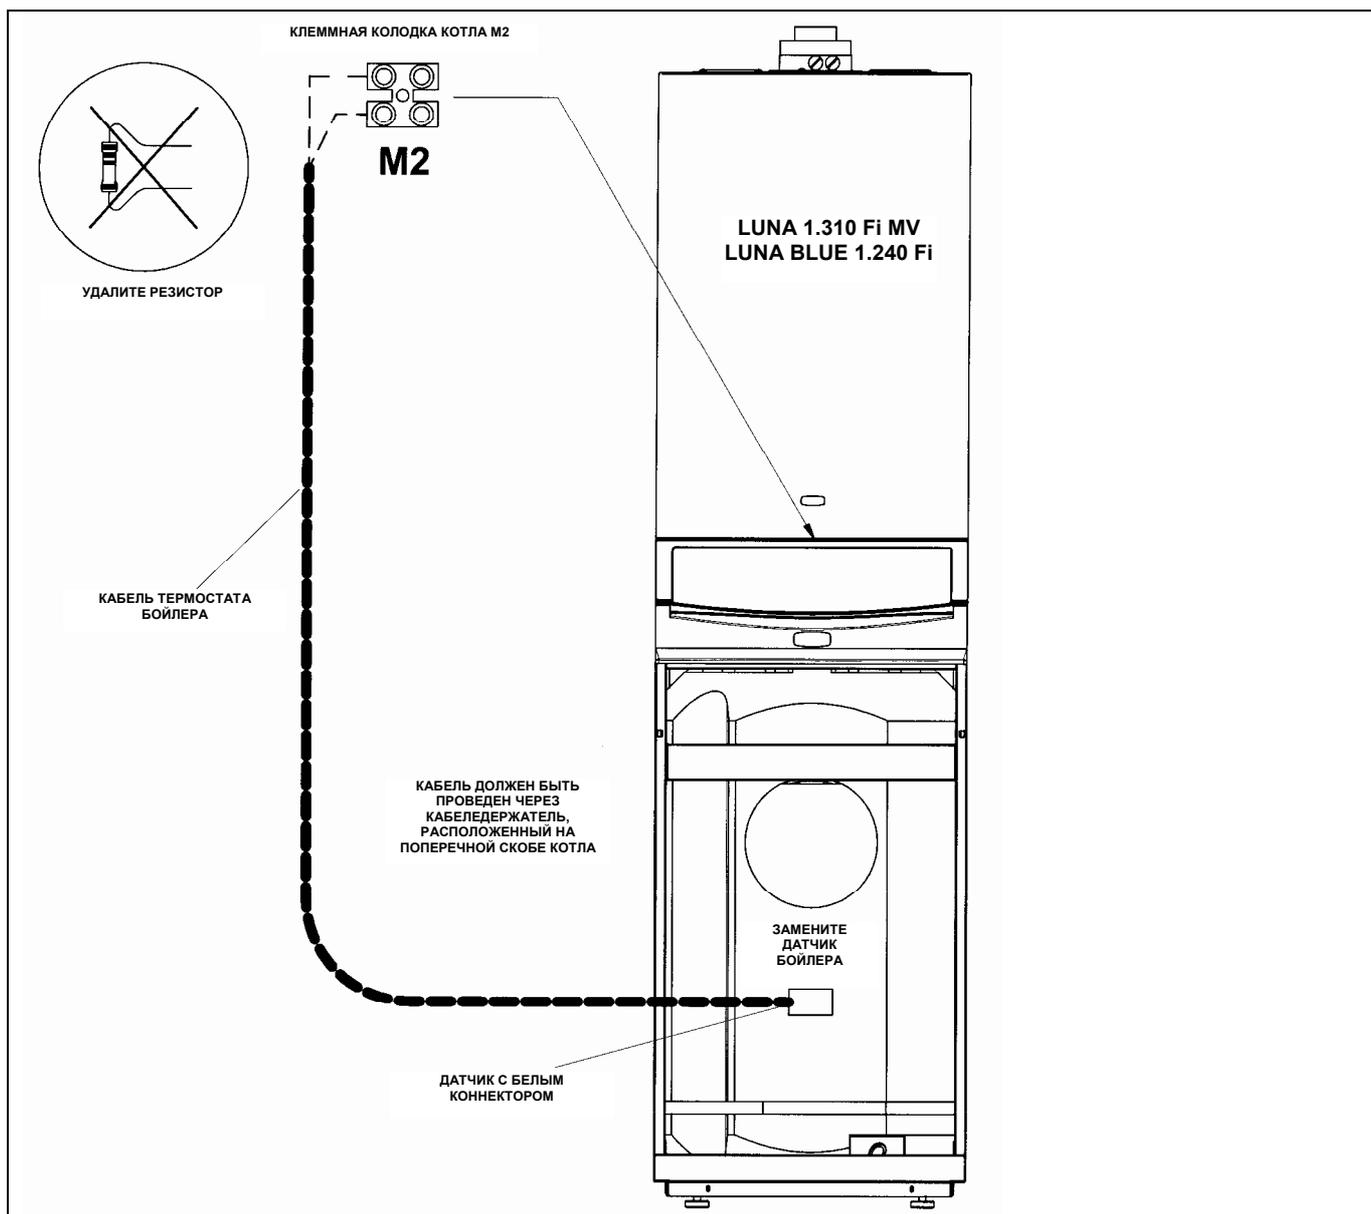

Рис. 3 Присоединение датчика бойлера
- Присоедините кабель датчика NTC контура ГВС Combi к клеммам 9 и 10 на разъеме M2 (рис.3), предварительно удалив сопротивление.